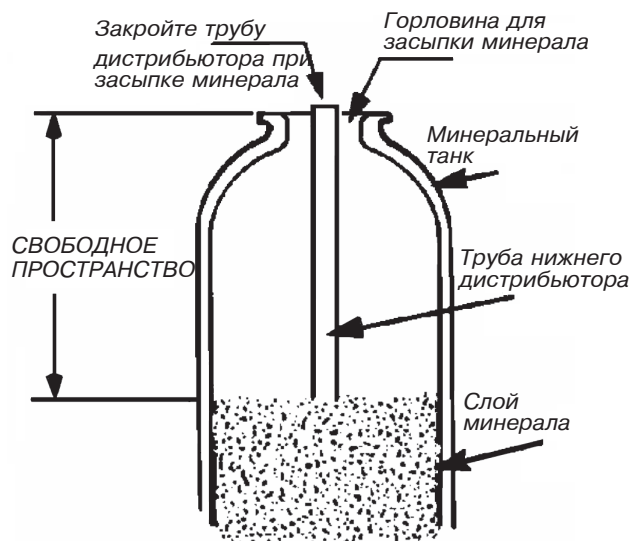

Рис. 13
8. Используя, например, длинную металлическую линейку измеряйте расстояние до слоя минерала (**рис. 13**). Если свободное пространство больше, чем указано в таблице, добавьте минерал.